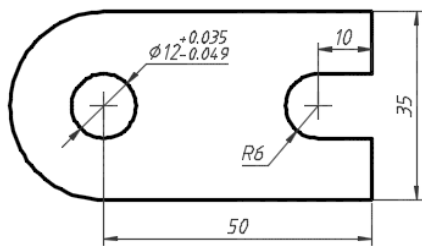

图 6-76 添加好尺寸公差
5) 将光标置于绘图区域，按键盘上的〈Esc〉键，可以看到给指定尺寸标注对象设置尺寸公差后的效果，如图 6-76 所示。